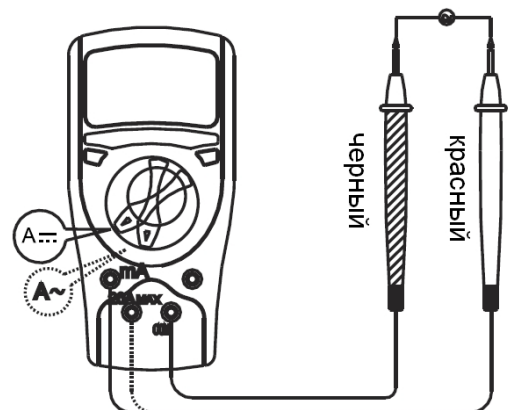

Рисунок 4
**С. Измерение постоянного тока** (рисунок 4) **Предупреждение**
#### D. Измерение переменного тока (рисунок 4, пунктирные линии)